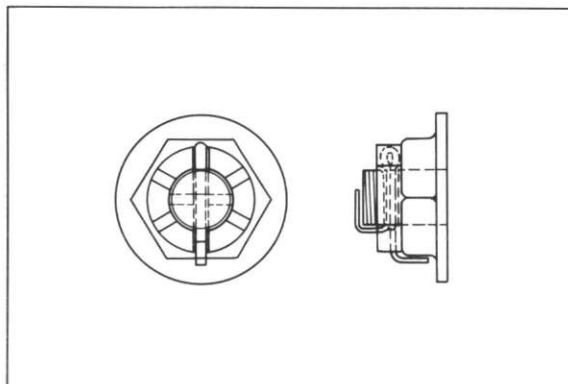

Fig. 14
- e) Bend the cotter pin ends away from each other and around the axle nut. Cut off the excess. (Fig. 14)
- e) Replier les extrémités de la goupille fendue autour de l'écrou d'axe en les écartant l'une de l'autre. Couper l'excès. (Fig. 14)
- e) Splintenden nach beiden Seiten um die Achsmutter beugen und zu lange Überstände abschneiden. (Abb. 14)